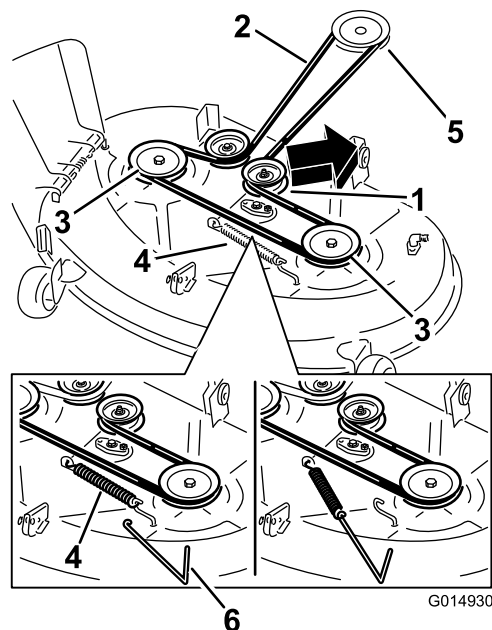

Figura 58
6. Utilizzando un attrezzo per la rimozione delle molle (n. cat. Toro 92-5771), rimuovete la molla del tendicinghia dal gancio del piatto di taglio per eliminare la tensione sulla puleggia tendicinghia e fate scorrere via la cinghia dalle pulegge (Figura 58 e Figura 59).
8. Servendovi di un attrezzo per la rimozione delle molle, agganciate la molla di rinvio al gancio del piatto di taglio per mettere in tensione la puleggia tendicinghia e la cinghia (Figura 58 e Figura 59).